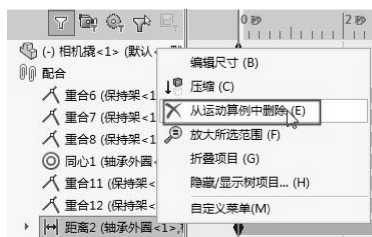

图 8-30 删除距离约束
- 17 在 MotionManager 设计树中删除相机撬与轴承之间的距离约束，如图 8-30 所示。